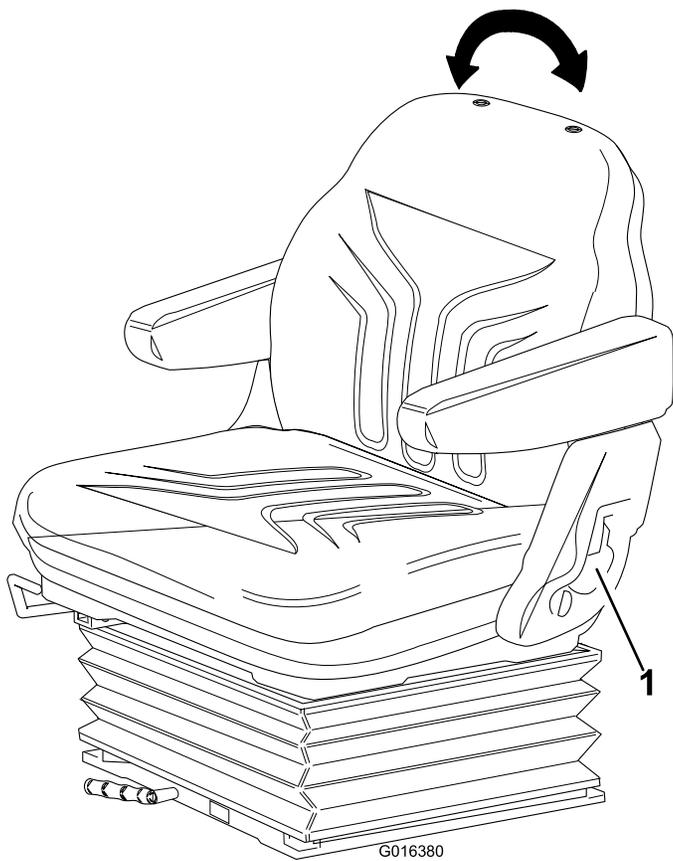

Figura 15
- **Ajuste do apoio:** Puxe o manípulo para fora para ajustar o ângulo de apoio do banco. Solte o manípulo para bloquear o apoio do banco nessa posição (Figura 15).